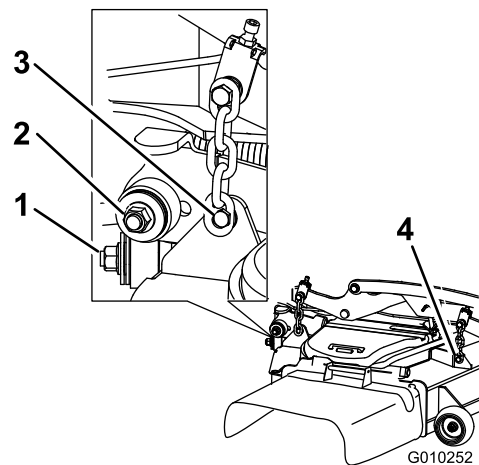

Figure 98
7. Enlevez et mettez de côté les fixations des deux côtés du tablier, comme montré à la Figure 98.